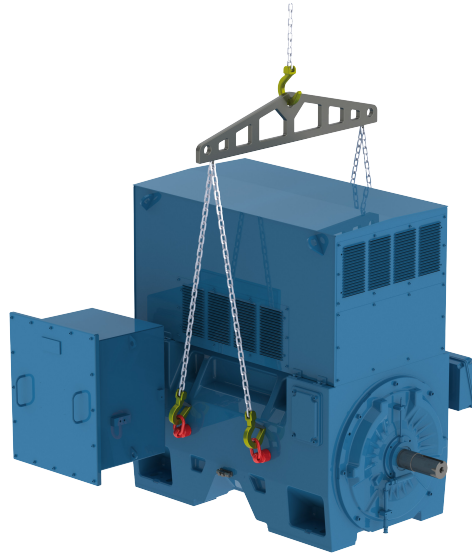

Figura 4.6: Içamento de motores W60 com correntes paralelas
- Para motores W60, conforme Figura 4.6 na página 172, é necessária a utilização de uma barra separadora (spreader beam) para manter o elemento de içamento (corrente, cabo) no eixo vertical e assim também evitar danos à superfície do motor.